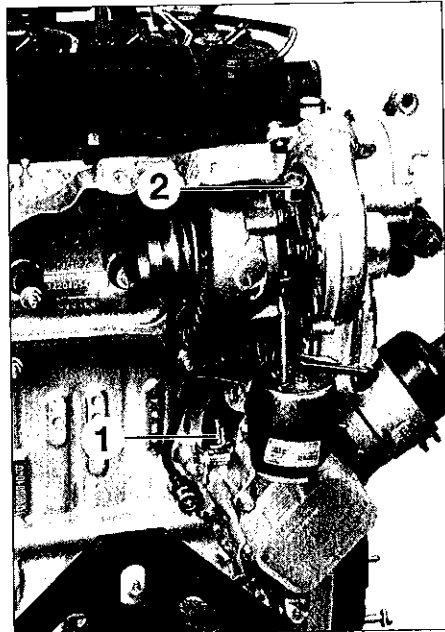

FIG. 38
- la canalisation de retour d'huile de graissage du turbocompresseur (1) (Fig.38).
- la canalisation de graissage du turbocompresseur (2).